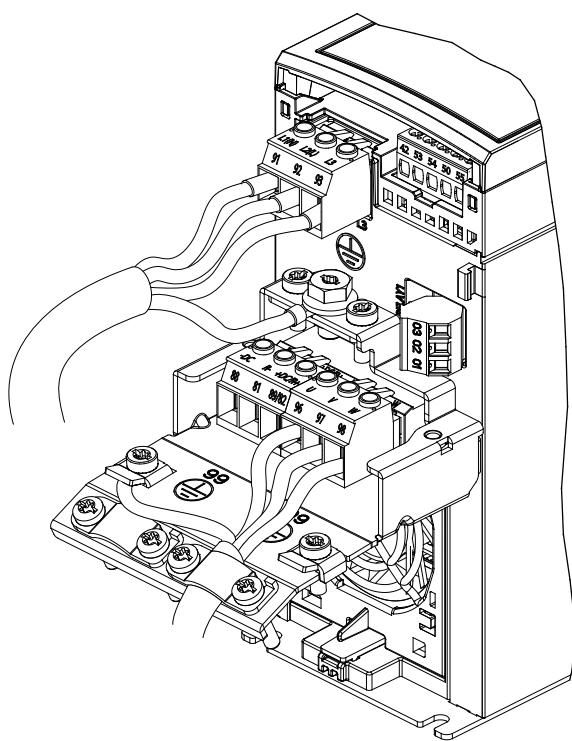
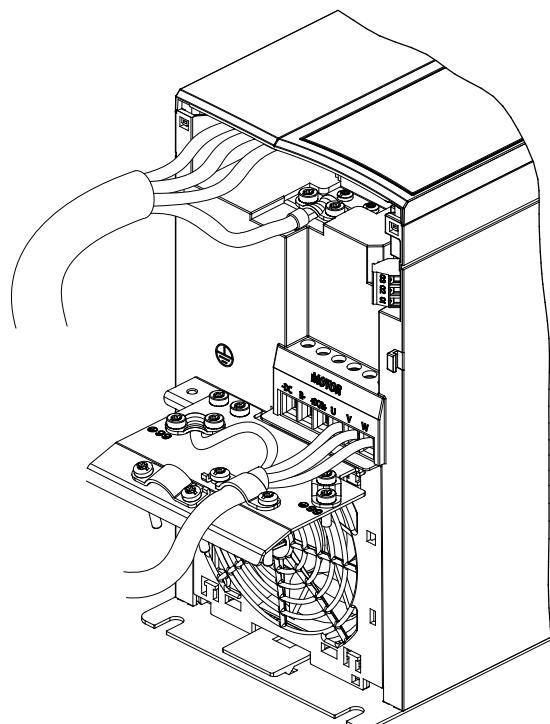

图 4.7 3 相设备的主电源、电机和接地连接
图 4.8 3 相设备的主电源、电机和接地 (K4, K5)
单相和 3 相变频器的主电源、电机以及接地分别如 图 4.6、图 4.7 和 图 4.8 所示。实际配置可能随设备类型和选配设备的不同而存在差异。
1. 将交流输入电源电缆连接到单相设备的端子 N 和 L (请参阅 图 4.6)，或连接到 3 相设备的端子 L1、L2 和 L3 (请参阅图 4.7)。